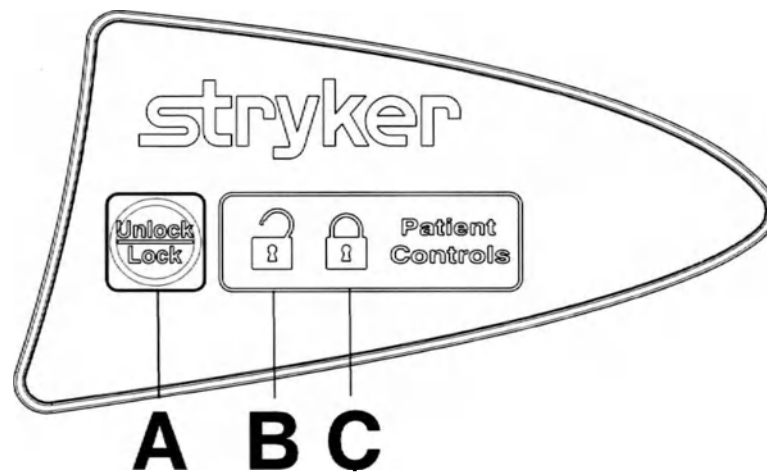

Рисунок 17 – Блокировка пульта управления пациента
Чтобы заблокировать пульт управления пациента, расположенный на боковине, нажмите на кнопку **Unlock/Lock** (Освободить/Заблокировать) (A) один раз (Рисунок 17).